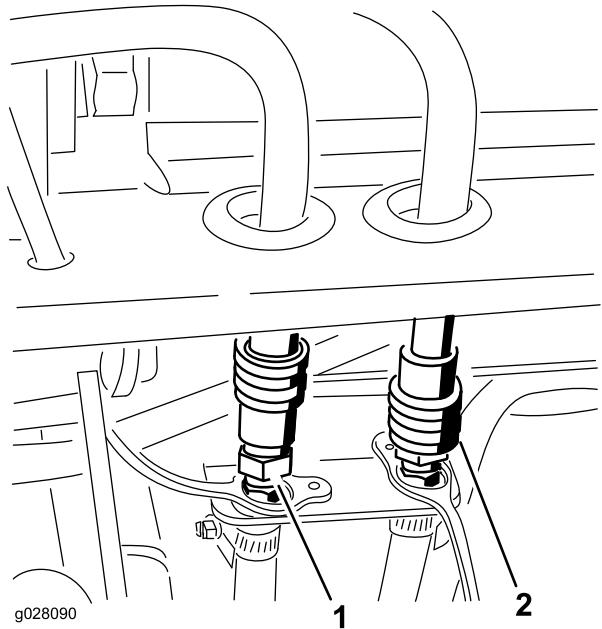

Bild 124
54. Schließen Sie die Druck- und Rücklaufschläuche der Kabine an die Schnellkupplungen an der hinteren Rahmenhalterung an (**Bild 124**).